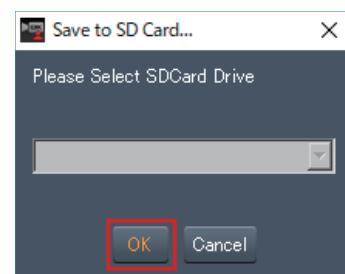

图 2
4. 选择用于保存上述信息的 SD 卡并点击 **[OK]**。(图 2)